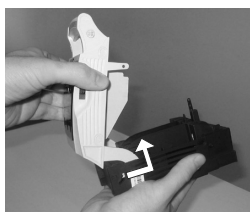

Figura 3
- Mova a tampa ao longo da base da seccionadora e então retire a tampa (Figura 3).